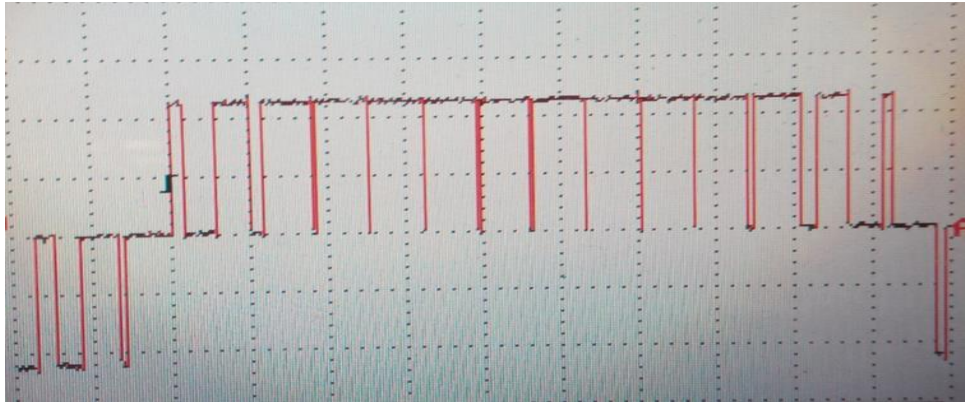

Рис. 4.1 - ШИМ-сигнал на выходе силовой ячейки.
- На HMI-панели нажать на «ПУСК». На экране осциллографа должен наблюдаться двухполярный ШИМ-сигнал с амплитудой равной 24В (см. рис. 4.1).